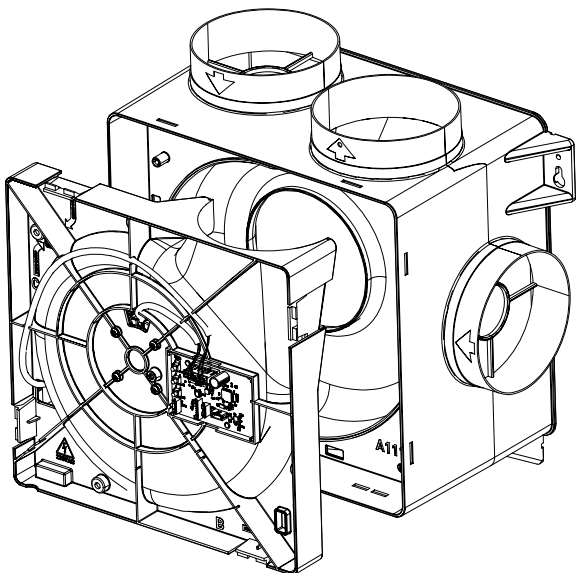

Figure 13 : retirer la plaque support moteur
3. Fixez le Capteur intégré CO2 de l'extérieur dans la bouche de connexion souhaitée en encliquetant sur la nervure la plus proche de la plaque support moteur (Figure 13 : Encliquetage du Capteur intégré CO2 dans la bouche de connexion). Pour cela, effectuez un mouvement de basculement en clipsant d'abord la pince inférieure puis la pince supérieure.